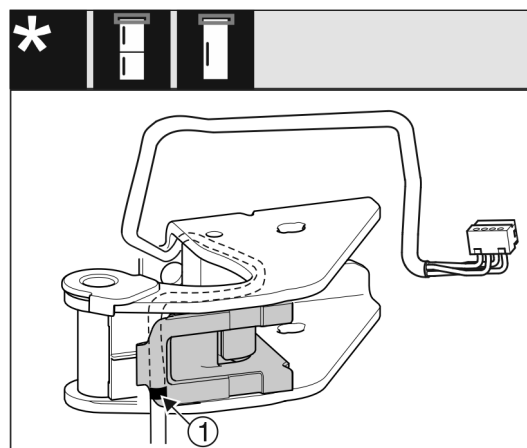

Fig. 19
- ▶ A középső jelölésnek ekkor a vezeték tartójának szélénél kell lennie Fig. 19 (1).